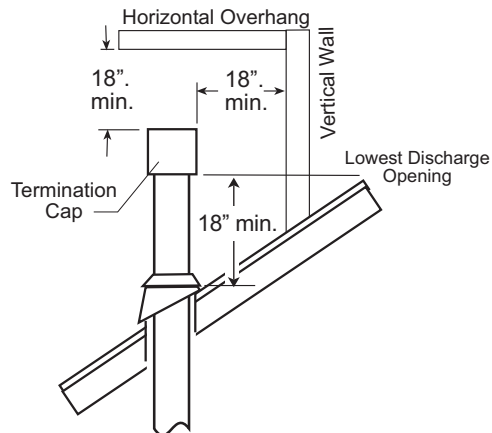

Figure 8. Hauteur minimale de terminaison verticale et dégagement du toit.
- En aucun cas une ouverture de décharge sur le bouchon de terminaison ne doit être inférieure à 457 mm (18 po) horizontalement de la surface du toit. Voir fig. 8.